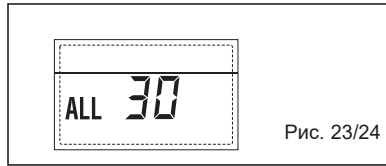

Рис. 23/24
– НЕПОЛАДКА ДАТЧИКА ПОДАЧИ КАСКАДНОГО СОЕДИНЕНИЯ “ALL 31” (Рис. 23/25)